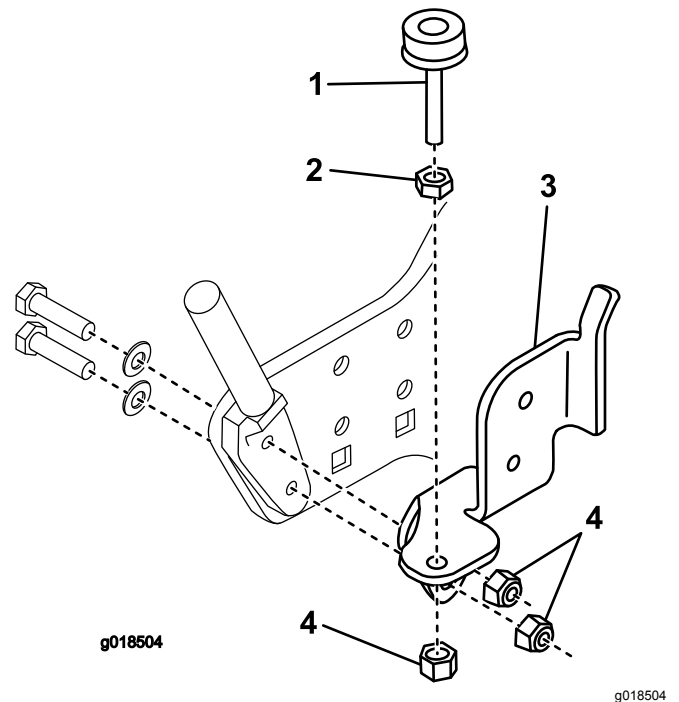

Figura 5
3. Sujete la varilla de montaje del recogedor a la chapa lateral izquierda con 2 pernos nuevos totalmente roscados (5/16" x 1½") y las 2 arandelas que retiró anteriormente (Figura 5).
4. Coloque el soporte izquierdo del cepillo sobre el perno y sujételo con 2 contratuercas (5/16"), tal y como se muestra en la Figura 5.
5. Monte provisionalmente el tornillo de ajuste de nivel en el soporte del cepillo con una tuerca autoblocante (5/16") y una contratuerca (5/16"), tal y como se muestra en la Figura 5.